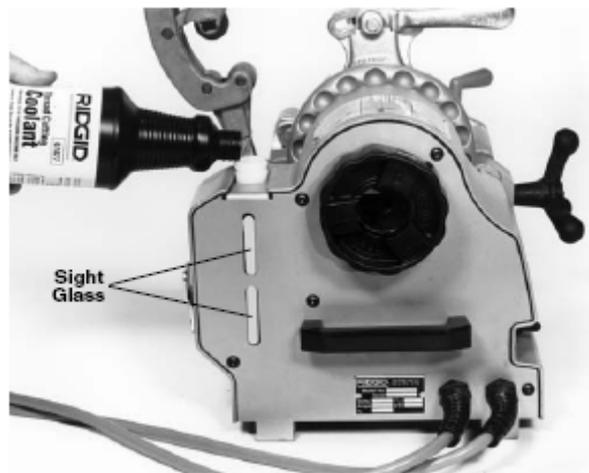

图5 — 加冷却液
- 通过观察窗观察液位（见图5）。
- 拧开上变的塞子，可以加入冷却液（见图5）。